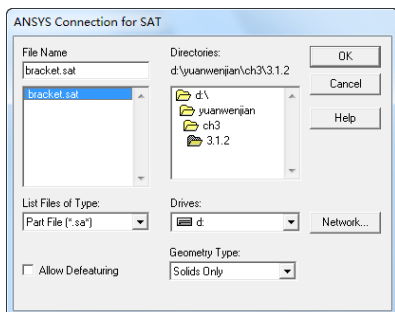
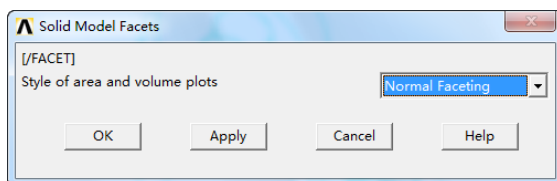

图 3-12 选择 SAT 文件
图 3-13 打开 Normal Faceting
② 在打开的文件对话框中选择“bracket.sat” SAT 文件，然后单击“OK”按钮，如图 3-12 所示。
④ 打开“Normal Faceting”。
① 选择实用菜单 Utility Menu: PlotCtrls > Style > Solid Model Facets...
② 在打开的对话框中，在下拉列表中选择“Normal Faceting”，然后单击“OK”按钮，如图 3-13 所示。